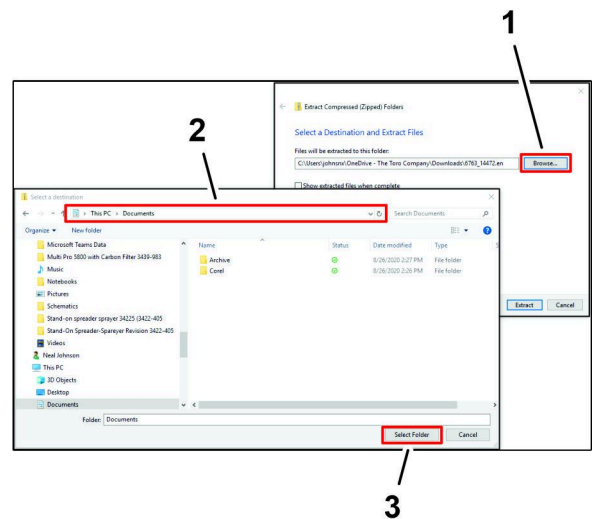

Figure 35
2. Dans la boîte de dialogue Extraire les dossiers compressés, cliquez sur le bouton PARCOURIR (Figure 35).
3. Dans la boîte de dialogue Sélectionner une destination, accédez au dossier DOCUMENTS, puis cliquez sur le bouton SÉLECTIONNER UN DOSSIER (Figure 35).